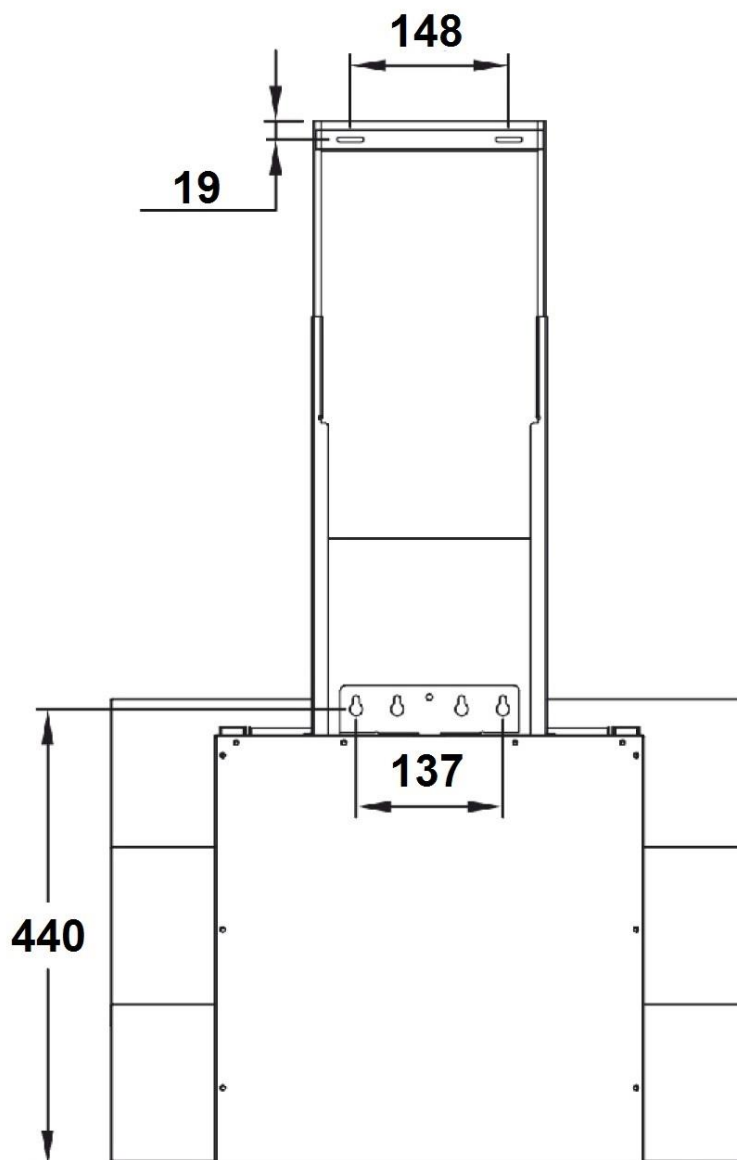
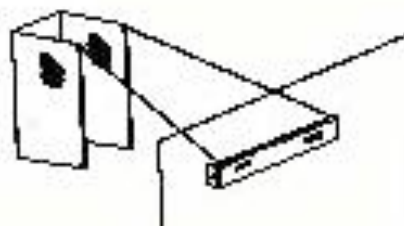

Abb. 3
Abb. 6
- Übertragen Sie den angegebenen Wert aus Abbildung 3 zur Bestimmung der Montagehöhe des Halteblechs, zur Ausrichtung nehmen Sie die Wasserwaage zur Hand. Nehmen Sie einen Bohrer in entsprechender Größe und bohren Sie nun die Löcher für die Befestigung (Achten Sie beim Bohren der Löcher auf mögliche Leitungen von Strom, Wasser oder Gas). Setzen Sie Dübel ein und schrauben Sie die mitgelieferten Schrauben bis auf ca. 1 cm ein.
Halten Sie den Haltebügel des Schachts zwischen die Markierungen (Abb.6, die Abkantung muss in Richtung Decke zeigen), die Befestigungslöcher an den Seiten (an diesen wird der Schacht befestigt) müssen sich hierbei in einem Abstand von 19 mm zur Decke befinden (siehe Abb. 3), und markieren Sie die Bohrlöcher an der Wand. Bohren Sie zwei Löcher und setzen Sie die Dübel ein. Befestigen Sie nun den Haltebügel.